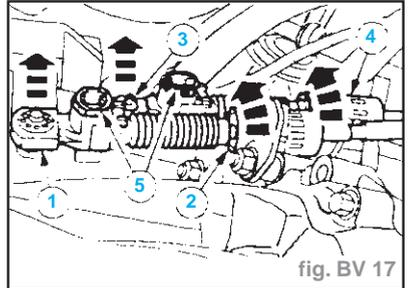

fig. BV 17
- Déposer les câbles de passage et de sélection de la boîte de vitesses : (fig. BV 17)
- déposer le câble de passage du levier de vitesses (1),
- précontraindre la butée en la tournant dans le sens inverse des aiguilles d'une montre et déposer le câble de support (2),
- déposer le câble de sélection du levier sélecteur (3),
- précontraindre la butée en la tournant dans le sens inverse des aiguilles d'une montre et déposer le câble du support (4),
- desserrer le mécanisme de réglage en pressant (5).